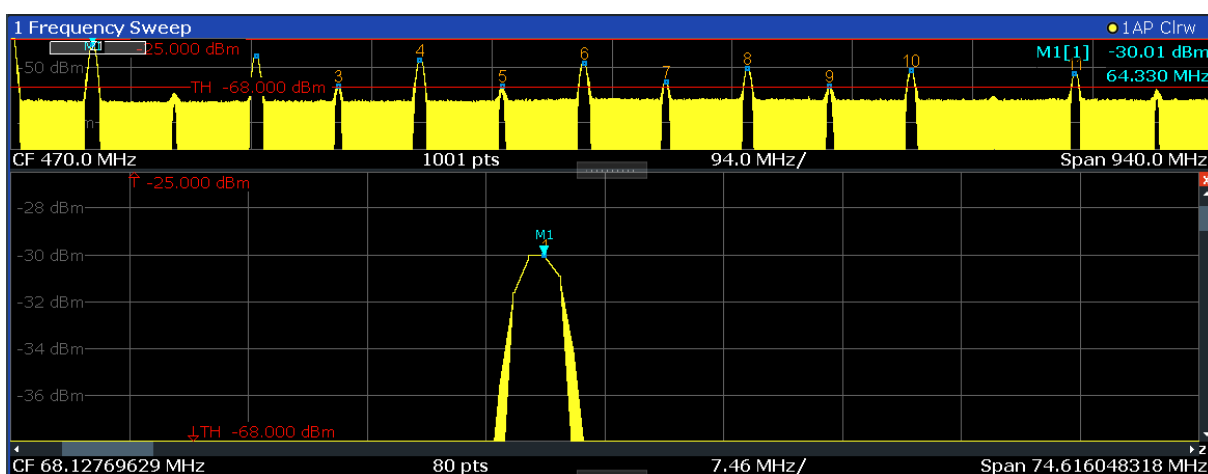

图 6-13: 峰值周围的缩放显示
3. 在图 6-13 中，放大的峰值表示为一条粗迹线。这是因为扫描点数量不足。在缩放显示区插入缺少的扫描点之后，结果不理想。为改善结果，我们将扫描点的数量从默认值 1001 增加到 32001。